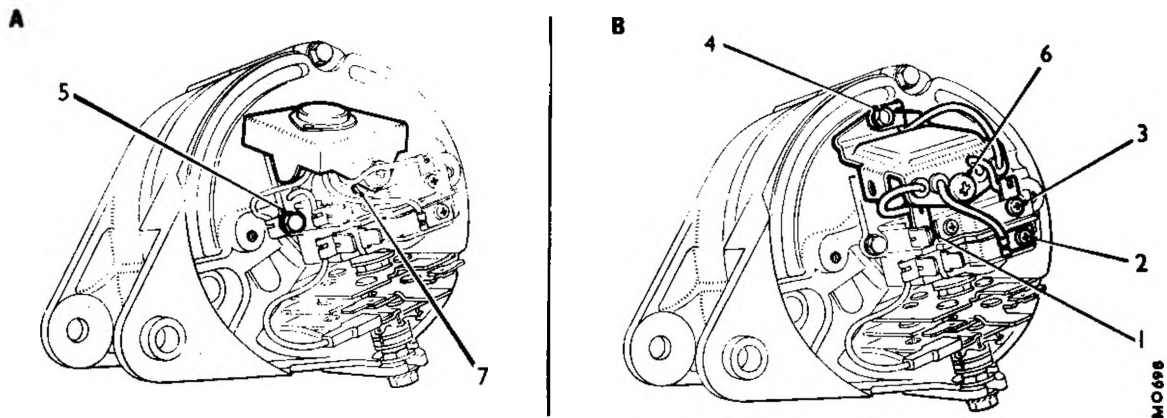

Fig. Nb.12
- (f) Montare la rosetta concava sotto la ruota dentata, con la faccia concava rivolta verso la ruota. **IMPORTANTE - Quando si sostituisce la ruota dentata, affinché i tergitori si azzerino nella posizione prescritta, assicurarsi che quella di ricambio usata sia del tipo adatto alla vettura su cui viene montata (guida a destra o a sinistra)**(Ved. la fig. Nb.12)
dosi alla figura Nb.12, collegare con un ponticello il blocchetto di collegamento dell'avvolgimento di campo ad una massa, come per esempio il terminale del filo di massa.